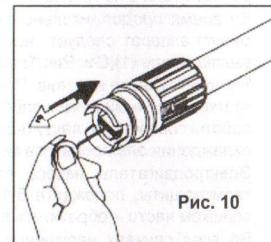

Рис. 10
- Вставьте имеющуюся в комплекте спицы для очистки сопла в отверстие распылителя и подвигайте вперед-назад до удаления засора (См. Рис.10).